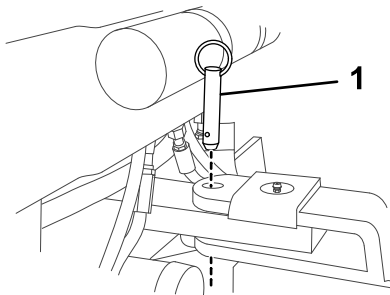
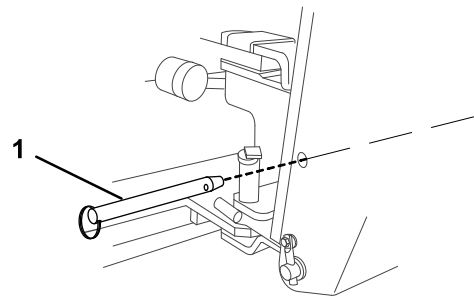

Bild 12
Bild 13
3. Sichern Sie den Ausleger, indem Sie die beiden vor dem Betrieb entfernten Stifte wieder einsetzen (**Bild 12** und **Bild 13**).